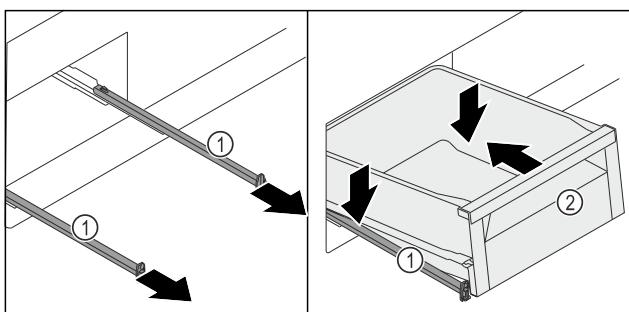

Fig. 135
- Schienen Fig. 135 (1) herausziehen.
- Schienen Fig. 135 (1) festhalten und Schubfach Fig. 135 (2) schräg von oben auf den Schienen Fig. 135 (1) aufsetzen.
- Schubfach Fig. 135 (2) auf den Schienen Fig. 135 (1) bis zum Anschlag nach hinten schieben.